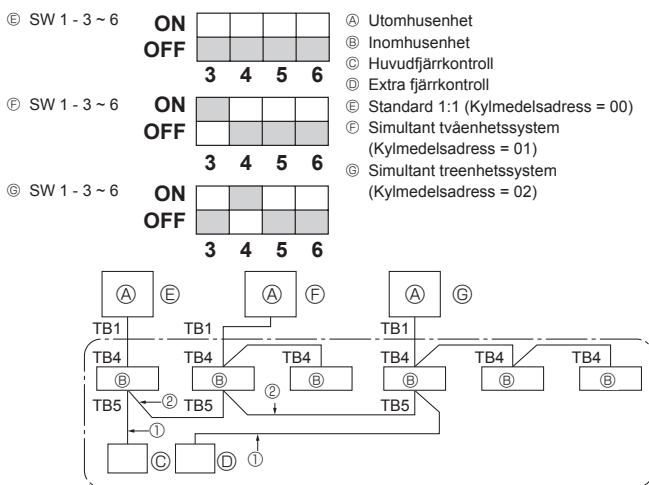

Fig. 9-1
- ① Koppla in spänningen (överspänningsskydd).
- ② När stoppventilen för vätska stängts, placera SWP-omkopplaren på utomhusenhets kontrollkort i läge ON (till). Kompressorn (utomhusenheten) och fläktarna (inomhus- och utomhusenheterna) startar och återvinnningen av köldmedel påbörjas. LED1 och LED2 på utomhusenhets kontrollkort tänds.
9. Systemkontroll (Fig. 9-1)